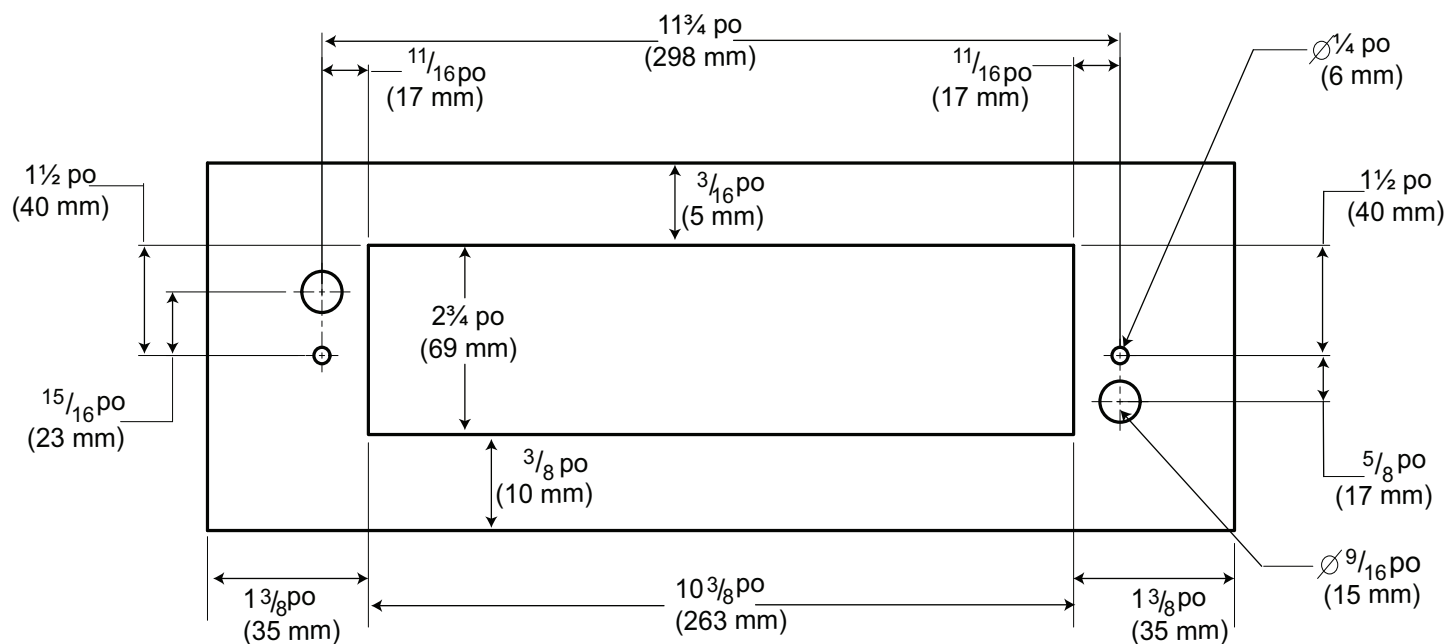

Figure 7 : Ouverture dans le mur, vue face au mur.
3. Préparation du mur pour installation, comme illustré sur la Figure 7.